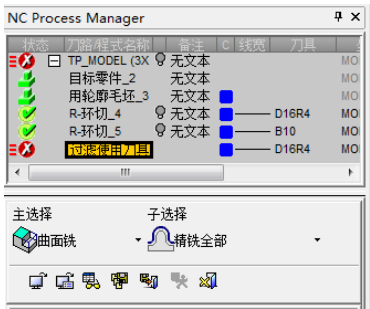

图 3-155 “NC Process Manager”对话框 (3)
1) 创建程序。单击“加工向导”工具栏上的“加工程序”按钮，弹出“NC Process Manager”对话框 (3)，“主选择”为“曲面铣”，“子选择”为“精铣全部”，如图 3-155 所示。